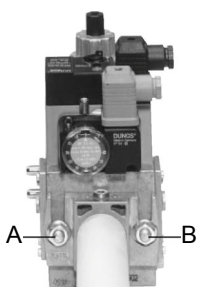
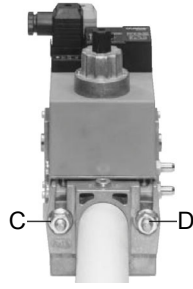

Рис. 6
Рис. 7
3. Затянуть винты А, В, С и D (Рис. 6 - Рис. 7), соблюдая дистанции монтажа (Рис. 8);